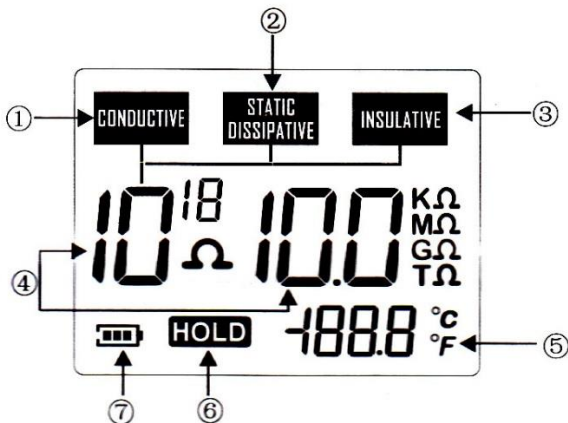

Figura 1
1. Visualización de funciones en la pantalla LCD: vea la siguiente figura (figura 1)